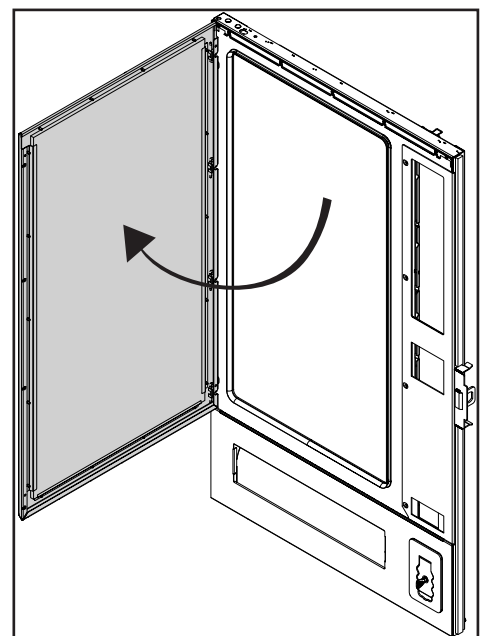

Bild 9
4. Schlagschutz öffnen (Bild 9)